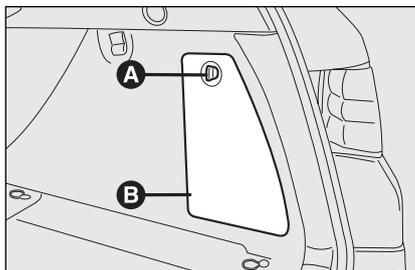

fig. 130
- tourner la poignée **A-fig. 130** et ouvrir le volet **B** placé sur le côté droit du coffre à bagages;